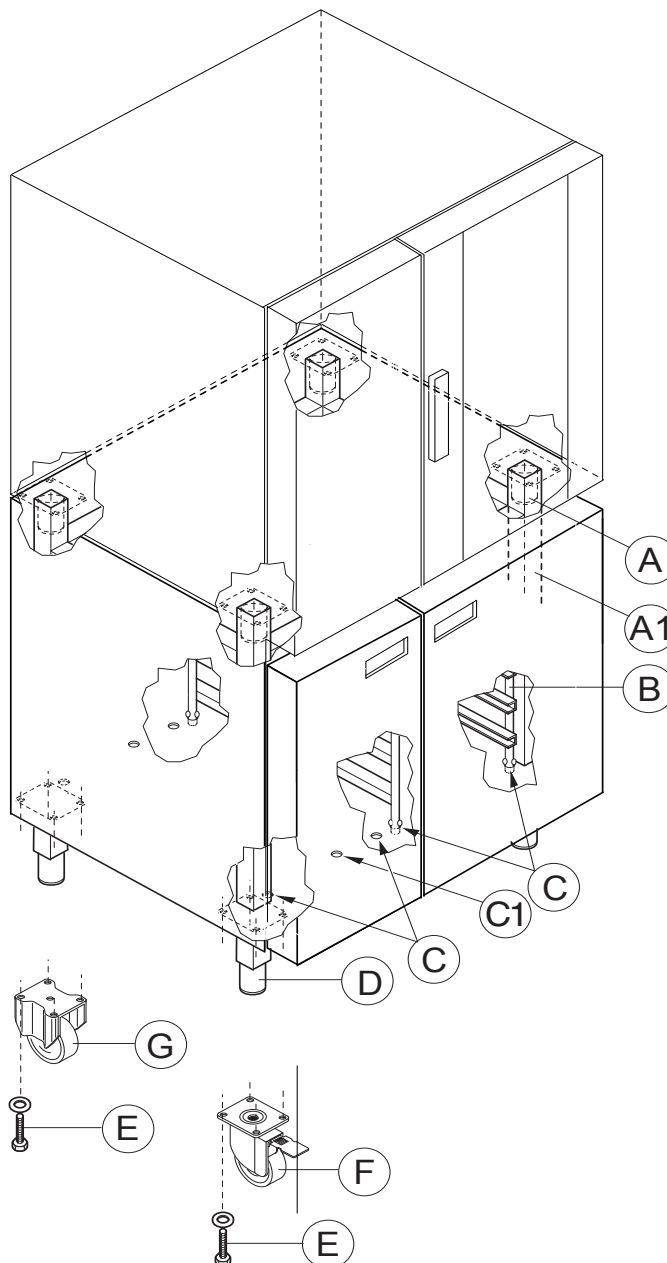

Abb. 2
- Den Backofen am Unterschrank befestigen und in den Ecken von der Rückseite, vom technischen Raum unter der Tür und von der Öffnung in der Schaltblende aus die Schrauben "A"(M5x14) festschrauben (Abb. 2).
(Abb. 2)
3.3.2 Halterungen für Rostschienen (Abb. 2) (Zubehör)
3.3.3 Kit Rollen (Abb. 2) (Zubehör)